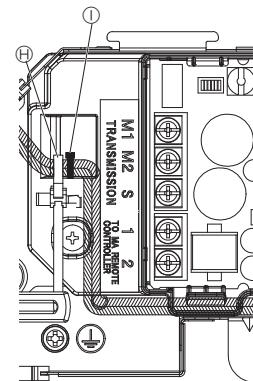

Fig. 5-7
- İsteğe bağlı bağlantı kablosuna bant takın ve gerilmeye karşı önlem alın. (Fig. 5-7)